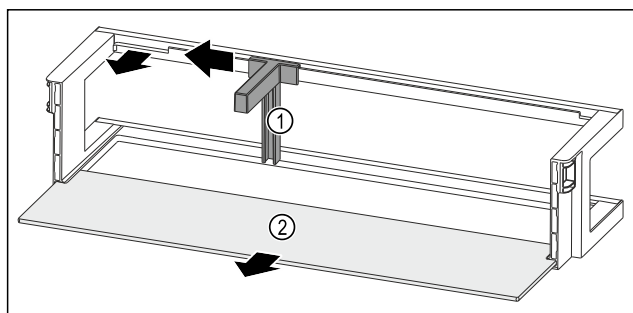

Fig. 214 Balconnet de contre-porte avec range-bouteilles et tablette de rangement
- Pousser le range-bouteilles Fig. 214 (1) sur le côté jusqu'à l'évidement.
- Retirer le range-bouteilles Fig. 214 (1).
- Retirer la tablette de rangement Fig. 214 (2).